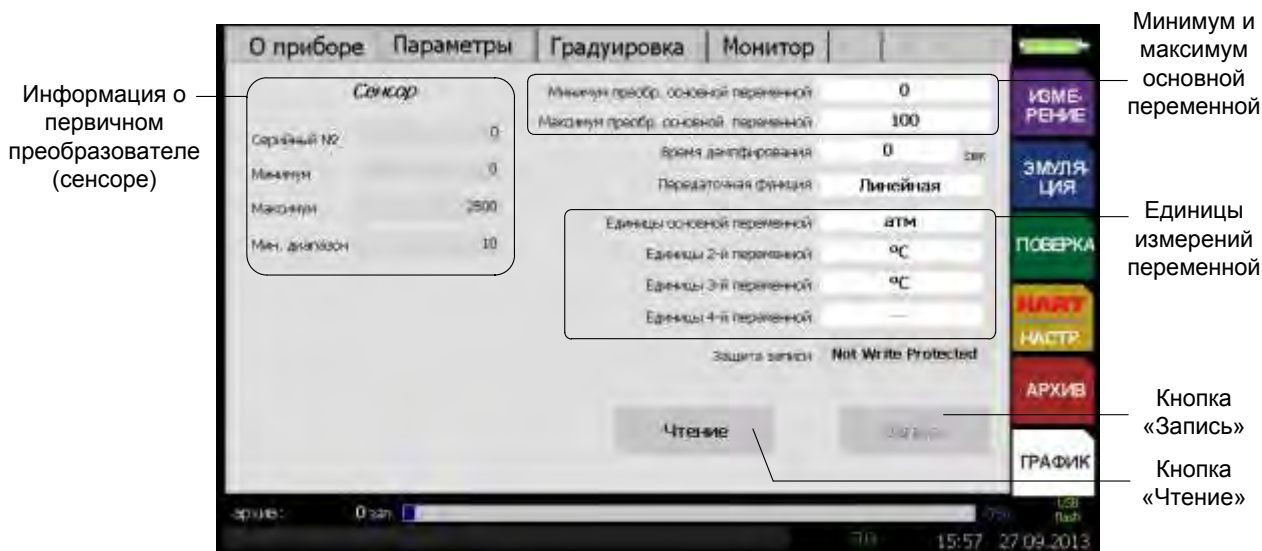

Рисунок 2.61
2) Вкладка «Параметры» предназначена для просмотра заводских значений параметров первичного преобразователя («Сенсор») и переменных (см. рисунок 2.61), а также установки пользователем других значений.